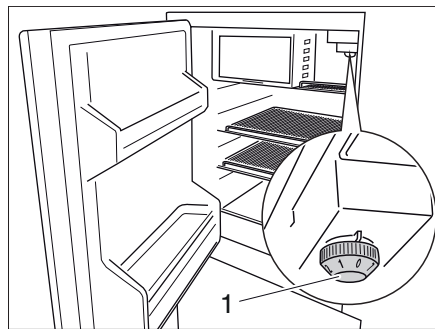

Bild 249 Bedienelemente im Kühlschrank
- Den Temperaturregler (Bild 249,1) nach rechts drehen. Das Gerät ist eingeschaltet.
- Den Temperaturregler (Bild 249,1) auf "0" stellen.
- Temperatur am Temperaturregler (Bild 249,1) einstellen.
- min. (1) = geringste Kühlleistung
- max. (7) = höchste Kühlleistung